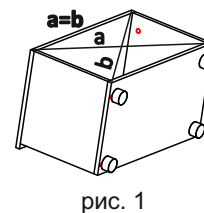
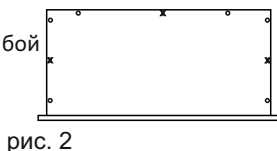

рис. 1
рис. 2
1. К боковине левой (1) и боковине правой (2) прикрутить направляющие винтами 6,3х11, вкрутить штоки эксцентриков односторонние и установить шканты 8х30
2. Соединить боковины планками (9) и (10), зафиксировать стяжкой эксцентриковой
3. Прикрутить евровинтами дно (4), в соответствующие отверстия запрессовать опоры
4. В крышку (3) вкрутить штоки эксцентриков односторонние. Присоединить крышку к боковинам, зафиксировав стяжкой эксцентриковой
5. Прибить задние стенки (11) гвоздями 2х20, предварительно выравнив диагональ (рис. 1)
6. В фасад (8) вкрутить штоки эксцентрика односторонние
7. Присоединить к фасаду боковину ящика левую (5) и боковину ящика правую (6), зафиксировав стяжкой эксцентриковой
8. Прикрутить евровинтами заднюю панель ящика (7)
9. Гвоздями 2х20 (3 шт/ящ) наживить дно ящика (12) (рис. 2), предварительно выравнив диагональ ящика (рис. 1). Окончательно закрепить дно шурупами 4х25 с прессшайбой (4 шт/ящ)